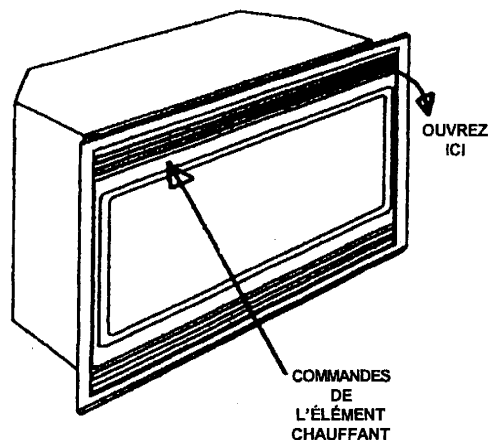

FIGURE 8
- Pour avoir accès aux commandes, tirez sur la grille supérieure, dans le coin supérieur droit, puis abaissez-la (FIGURE 8).